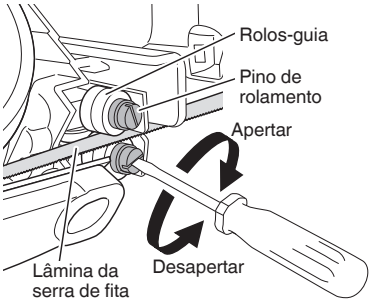

Fig. 16
4. **Inspeção dos suportes dos rolos-guia da lâmina da serra de fita e ajuste de folgas (Fig. 16)**